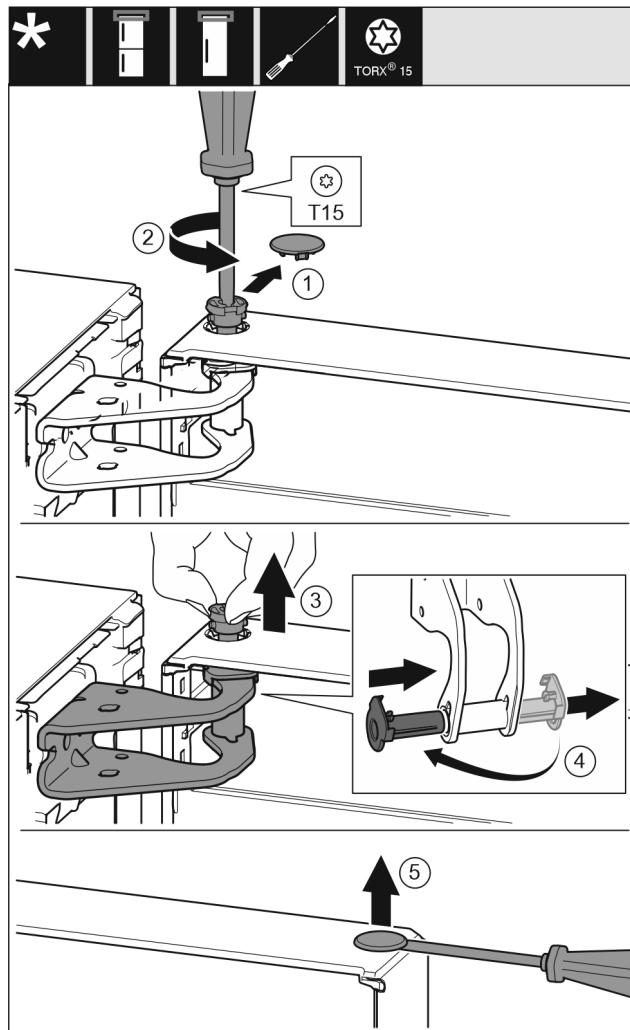

Fig. 9
- 小心拆下安全盖。Fig. 9 (1)
- 用 T15 螺丝刀拧下一枚螺栓。Fig. 9 (2)
- 抓紧门并用手指拔出螺栓。Fig. 9 (3)
- 将轴衬从导向装置拉出。从另一边装入并卡到位。Fig. 9 (4)
- 用带槽螺丝刀小心地从门轴衬上提起堵头并将其拉出。Fig. 9 (5)